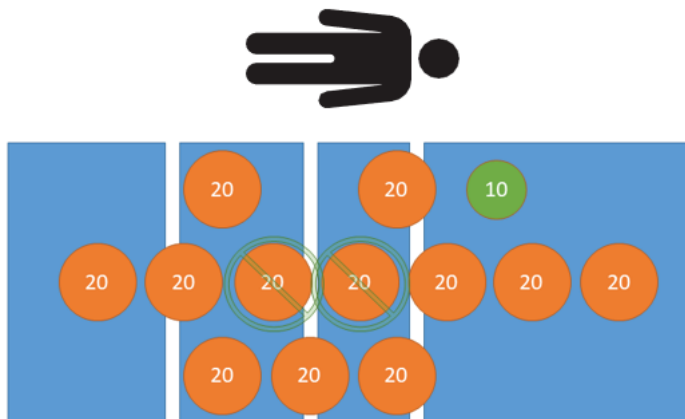

Figura 32 – Test della tara - Peso netto di 210 kg
7. Utilizzando pesi calibrati, collocare 210 kg sul prodotto (Figura 32).